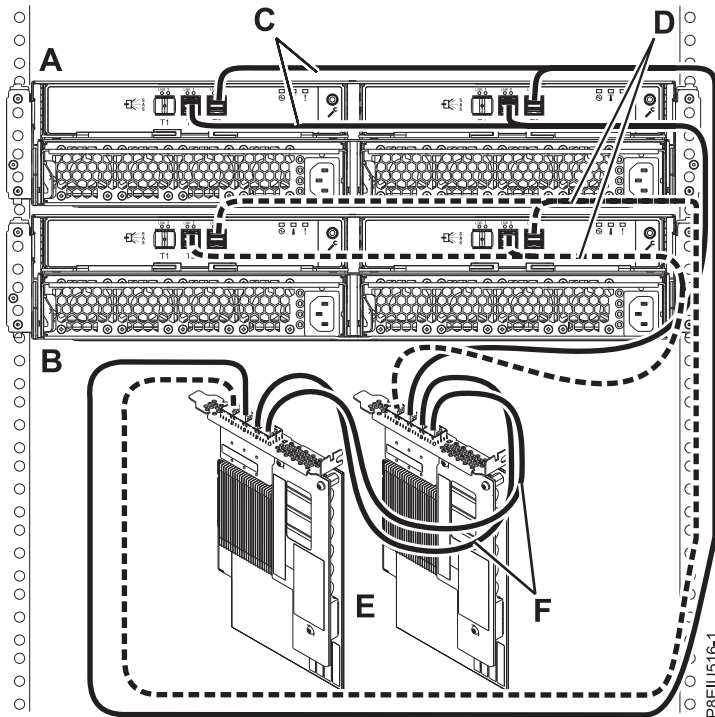

Abbildung 16. Modus 1-Verbindung von zwei ESLL- oder ESLS-Speichereinheiten mit YO12-Kabeln an ein SAS-Adapterpaar (FC EJ0L oder FC EJ14) mit AA-Kabeln
16. Schließen Sie zwei Gehäuse im Modus 1 (**A und B**) mit YO12-Kabeln (**C und D**) an ein SAS-Adapterpaar (**E**) (FC EJ0L oder FC EJ14) mit AA-Kabeln (**F**) an., wie in Abb. 16 auf Seite 19 dargestellt. Fahren Sie anschließend mit „Kabel und Netzkabel anschließen und Abdeckungen installieren“ auf Seite 23 fort.